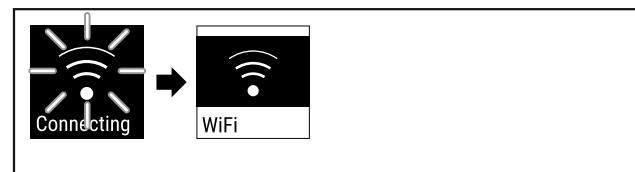

Fig. 86
- З'єднання створюється (див. Fig. 86) .